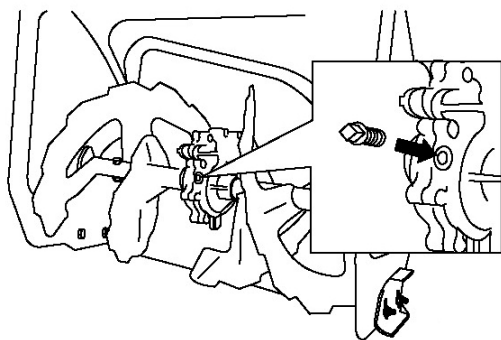

Рисунок 40.
2. Очистите поверхность вокруг заглушки трубки (Рис. 40).